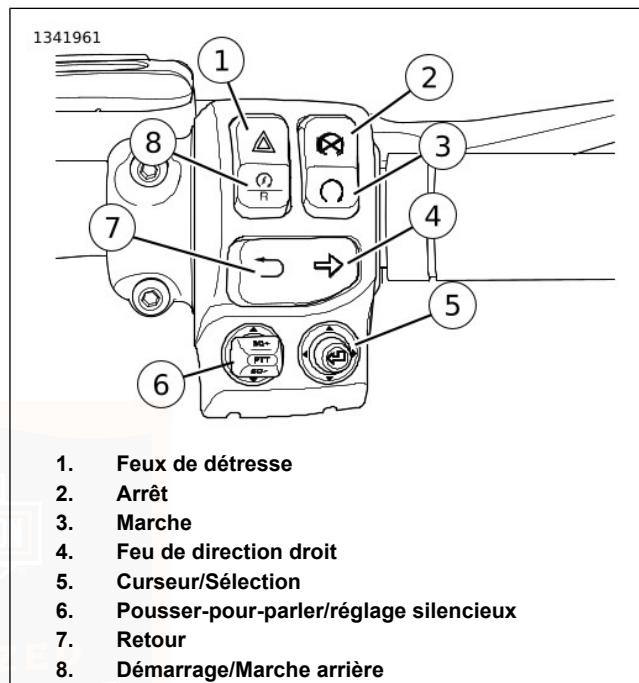

Figure 25. Module de commutateur de droite du guidon
Voir Figure 25 . Le commutateur de feux de détresse (1) est utilisé pour pouvoir laisser une moto en panne sur place en mode feux de détresse. Grâce aux feux de détresse, une moto peut être laissée sur place avec le contact coupé jusqu'à l'arrivée des secours. Se reporter à Tableau 21.
Voir Figure 25 . Appuyer sur le commutateur MARCHE/ARRÊT du moteur sur ARRÊT (2) pour couper le moteur. Se reporter à Tableau 21.
Voir Figure 25 . Appuyer sur le commutateur MARCHE/ARRÊT du moteur pour le mettre en position MARCHE (3) pour activer le démarrage et le fonctionnement du moteur. Le commutateur MARCHE/ARRÊT du moteur doit se trouver en position MARCHE pour démarrer ou faire fonctionner le moteur. Se reporter à Tableau 21.
Voir Figure 25 . Appuyer sur le commutateur de feu de direction droit (4) pour activer le feu de direction droit. Se reporter à Tableau 21.
Voir Figure 25 . Le commutateur CURSEUR/SÉLECTION à 5 voies (5) actionne les fonctions de radio sur les véhicules qui en sont équipés. Consulter le MANUEL DU PROPRIÉTAIRE DE LA BOOM! BOX. Se reporter à Tableau 21.
Voir Figure 25 et FONCTIONNEMENT > COMMUTATEURS DE COMMANDE DE GAUCHE DU GUIDON (Page 94) . Il est possible de basculer la fonction du commutateur de RÉGULATEUR DE VITESSE/RÉGLAGE/REPRISE à l'aide du commutateur Pousser pour parler/réglage silencieux (PTT) (6) si nécessaire. Consulter un concessionnaire Harley-Davidson pour faire effectuer cette opération.
Voir Figure 25 . Le commutateur arrière (6) actionne les fonctions de radio sur les véhicules qui en sont équipés. Consulter le MANUEL DU PROPRIÉTAIRE DE LA BOOM! BOX. Se reporter à Tableau 21.
2. Figure 25. Mettre le commutateur MARCHE/ARRÊT en position MARCHE (3). Mettre la boîte de vitesse au point mort. Le voyant de point mort (vert) s'allume. Voir FONCTIONNEMENT > DÉMARRAGE DU MOTEUR (Page 130) .
3. Appuyer sur le commutateur du démarreur (7) pour mettre en route le moteur du démarreur. Se reporter à Tableau 21.